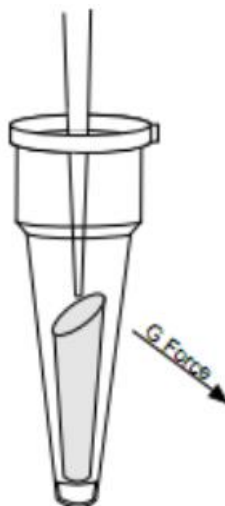

Рисунок 4 – Пример правильного нанесения образца на гель.
12. Поднесите колонку к свету. Нанесите 20 мкл реакционной смеси на центр слоя геля в верхней части колонки, не нарушая поверхности геля (см. рис. 4). Не контактируйте со сторонами колонки наконечником с реакционной смесью, так как это может снизить эффективность очистки и испортить анализ из-за избытка не удаленных красителей.
13. Поместите колонку в ПРОБИРКУ ДЛЯ СБОРА ОБРАЗЦОВ объемом 1,5 мл и поместите обе колонки в ротор (вторая колонка используется для уравнивания). Соблюдайте правильную ориентацию столбцов. Самая высокая точка гелевой среды в колонке всегда должна быть направлена наружу от ротора (см. рис. 4). Вращайте колонку и пробирку для сбора при $750 \times g$ в течение 2 минут. Очищенный образец будет собираться в нижней части пробирки для сбора проб. Удалите спин-колонку и продолжите процедуру пробоподготовки.